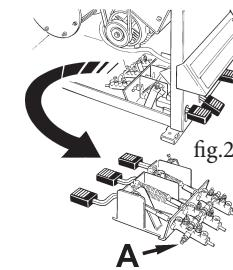

fig.20
- Inserire il tubo dell'aria nell'assola del cassone e collegarlo al rubinetto stallonatore (fig. 20).
- Insert the air hose into the hole in the casing and connect it to the bead-breaker (fig.20).
- Introduire le tuyau de l'air dans l'ouverture de la caisse et le lier au robinet détalonneur (fig. 20).
- Den Luftschauch in den Kastenschlitz einführen und an den Hahn des Wulstabdrückers anschließen (Abb.20).
- Meta el tubo del aire en la ranura de la caja y empálmelo al grifo destalonador (fig. 20).